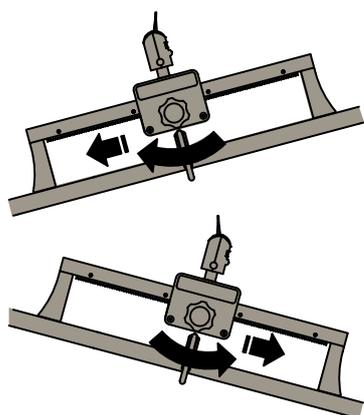

Fig. 18
3. Spostare la staffa di supporto verso l'estremità più pesante (che punta verso il basso) quando la barra per barelle è sospesa orizzontalmente. Vedere fig. 18.